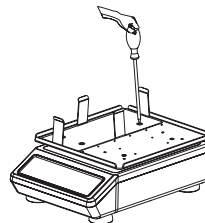

Abb. 3
2. Teilen Sie das feste Röhrchengestell und den Halter (88882117, 88882118, 88882119), legen Sie die Halterung auf der Schwingplatte und befestigen Sie es mit den 4 Senkschrauben (Abb. 3).